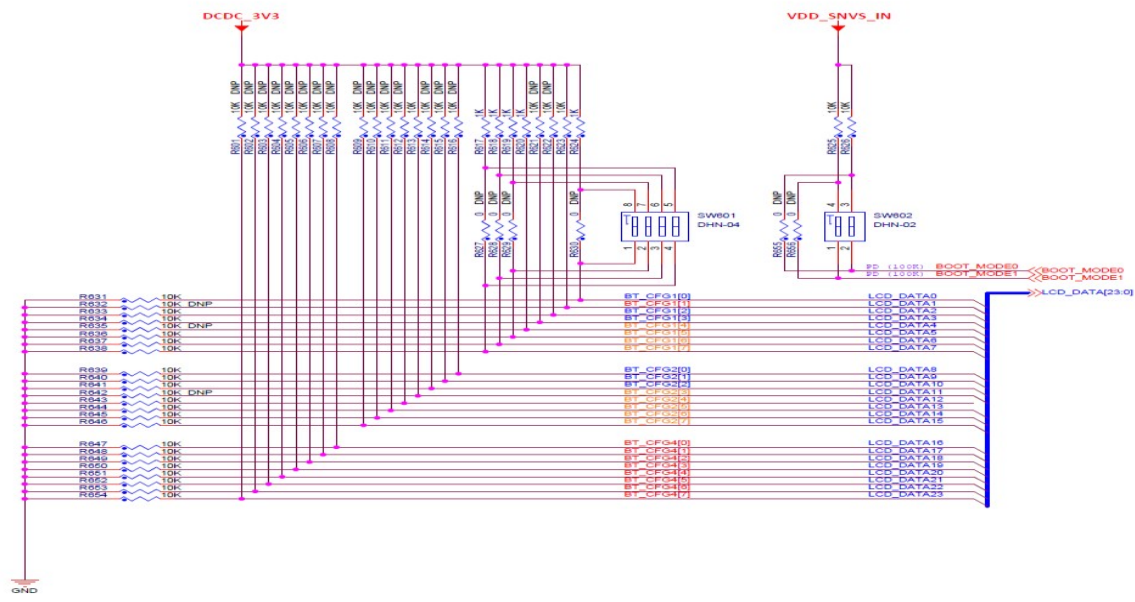

图 1.开发模式的启动配置
1. 当 LCD 启动信号被用作系统的 LCD 信号时，其他功能（或者启动后的 GPIO 输出）使用无源电阻网络，为开发板选择所需的启动模式。	由于只使用了电阻，LCD 总线负载可能导致电流损耗，进而导致电源电流测量值偏高（错误）。每个 LCD 启动信号均应连接到串联电阻，将总线与电阻和/或开关隔离开；请参见图 1。每个配置的 LCD 启动信号都采用 10 k $\Omega$ 下拉电阻或 10 k $\Omega$ 上拉电阻。对于每个支持开关的上拉信号，电源都有 10 k $\Omega$ 电流负载。在 i.MX 6ULL EVK 开发板设计中，实施了使用缓冲区的另一种方法。这两种方法均可接受。